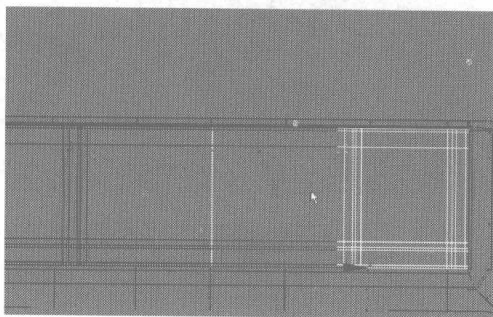
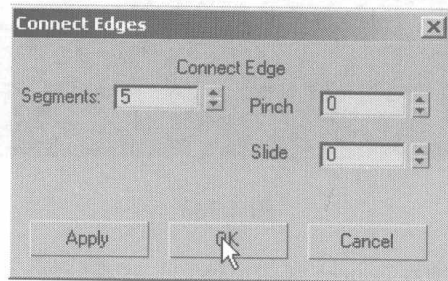

图 4.390
图 4.391
- 44** 在 Bottom 视图中框选如图 4.390 所示的边线，在 Edit Vertices 卷展栏中单击 **Connect** 右侧的小按钮，在弹出的对话框中设置添加曲线的参数，如图 4.391 所示。